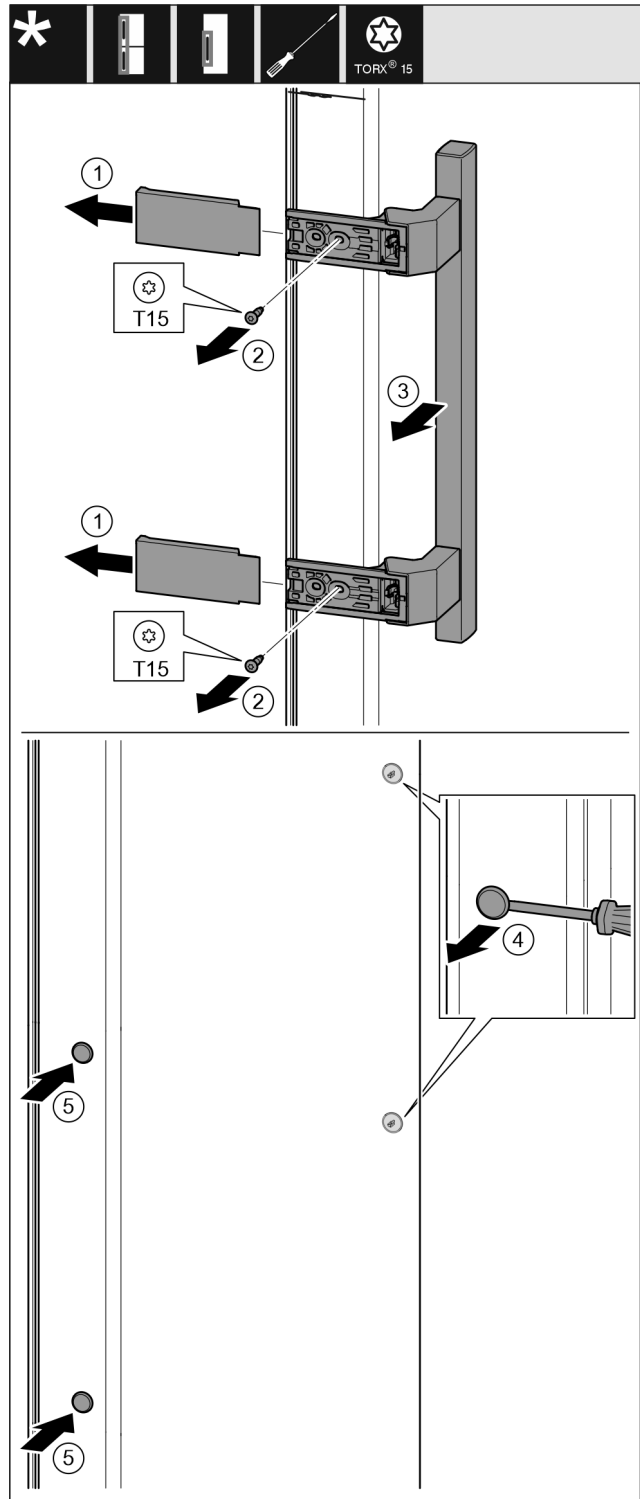

Fig. 28
- Desprindeți apărătoarea. Fig. 28 (1)
- Extrageți prin rotire șuruburile cu șurubelnița T15. Fig. 28 (2)
- Detașați mânerul. Fig. 28 (3)
- Ridicați cu precauție dopul lateral cu o șurubelniță plată și extrageți-l. Fig. 28 (4)
- Introduceți dopul pe partea opusă. Fig. 28 (5)